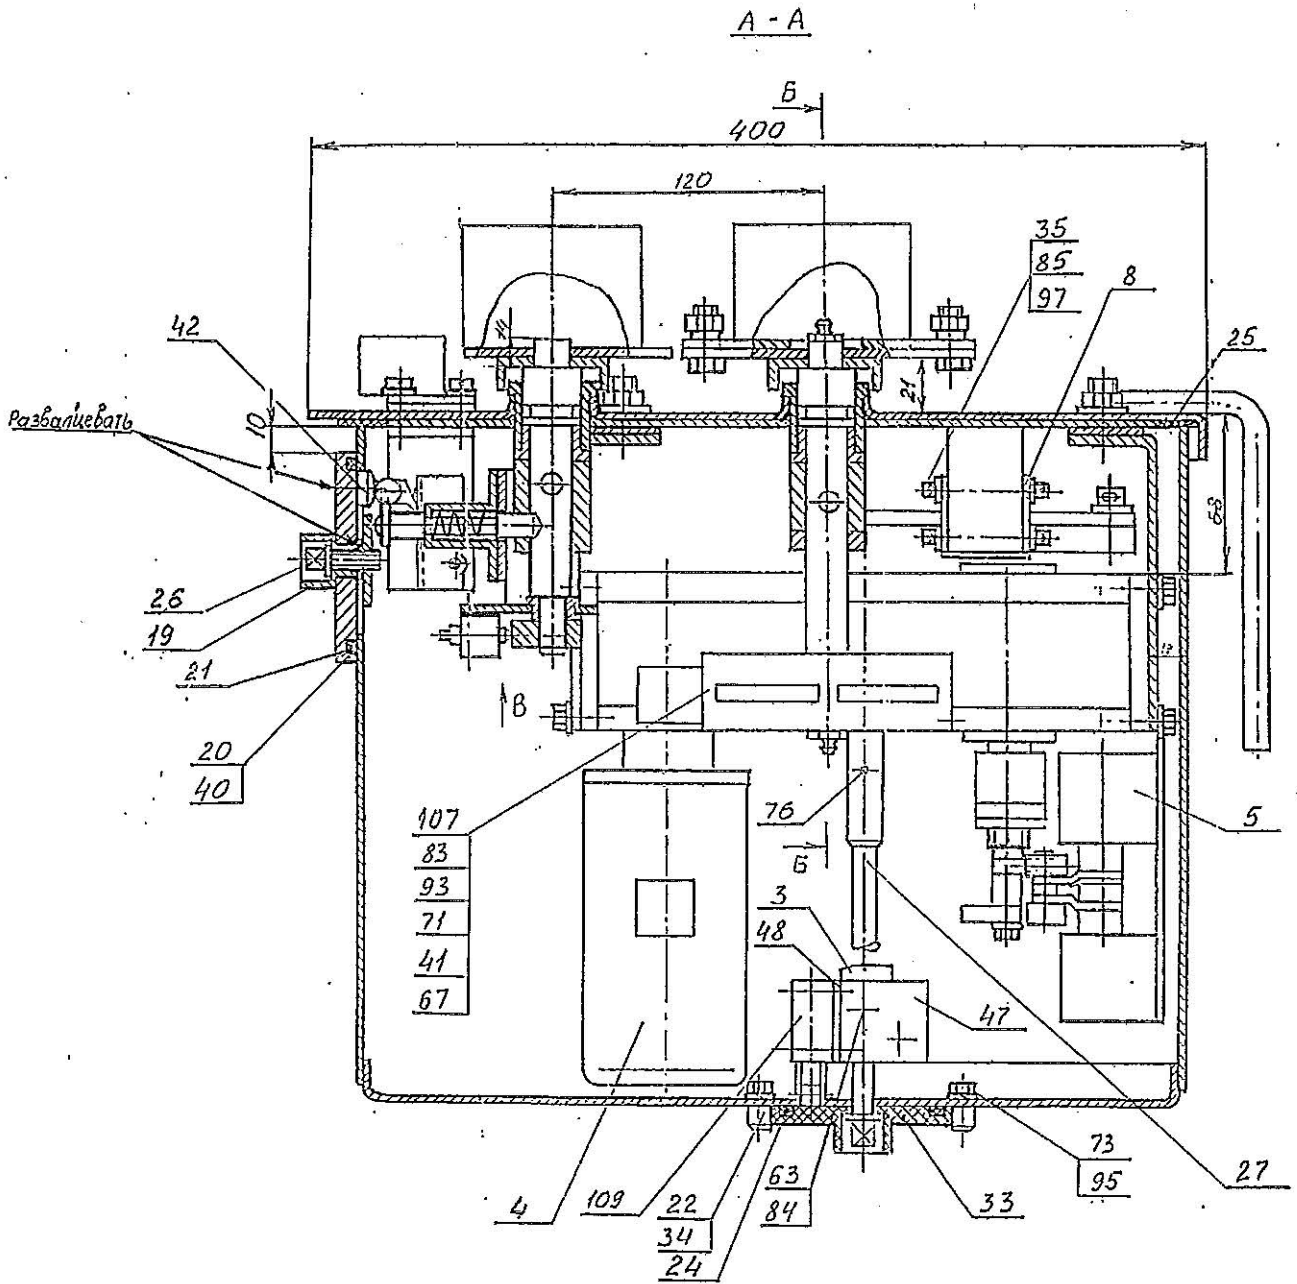

Рис.2
2.2.7.9 Подключить кабель управления к клеммнику 67 и закрыть отверстие для ввода кабеля крышкой 29 (рисунок 2).